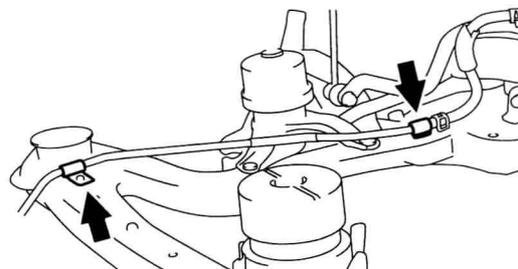

图 1-10 拆卸 2 个螺栓
(3) 拆卸 2 个螺栓，并从车架上断开转向机构回流管夹箍，如图 1-10 所示。